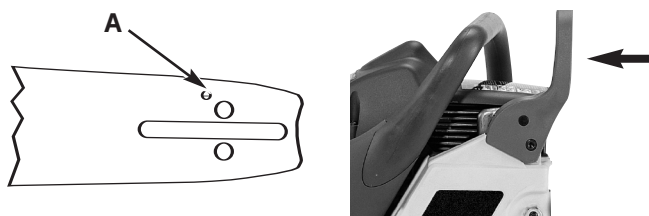

Fig. 17
PRECAUCION: Para asegurar que la cadena y la barra reciben aceite, **USE ÚNICAMENTE EL ESTILO ORIGINAL DE BARRA** con el hoyo de paso del aceite (A) como se ilustra arriba (Fig. 17).
1. Asegúrese que la manija del Chain Brake® sea jalada hacia atrás a la posición de DESENGANCHE (Fig. 17).